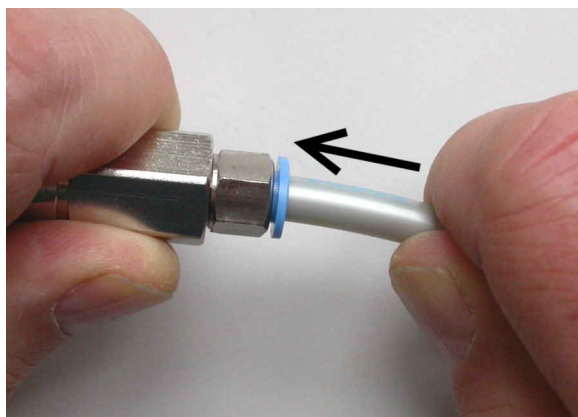

図 6-4: プッシュプルアダプター（左側）と 6 mm のチューブ（右側）の組み立て
5. チューブをアダプターの端まで挿入します（図 6-4 を参照）。